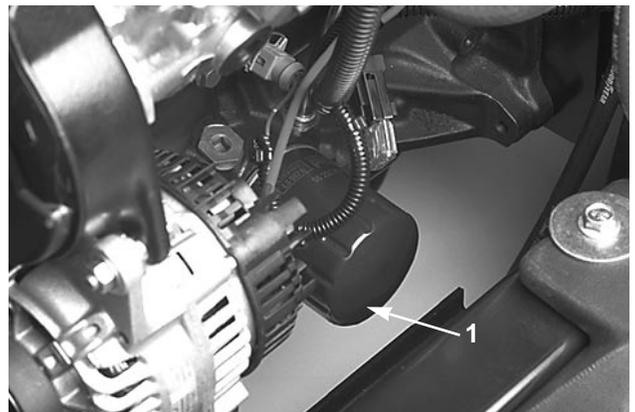

Bild 22
2. Den Ölfilter (Bild 22) entfernen. Die Filterdichtung leicht mit frischem Öl einölen, bevor er eingeschraubt wird. NICHT ZU FEST DREHEN.